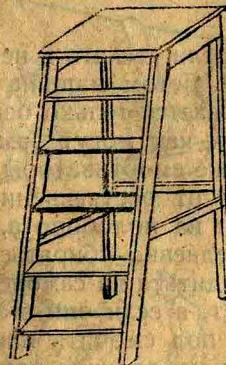

Рис. 298.
4) стремянка для удобства обслуживания частей мотора и са колета, находящихся высоко (рис. 298);